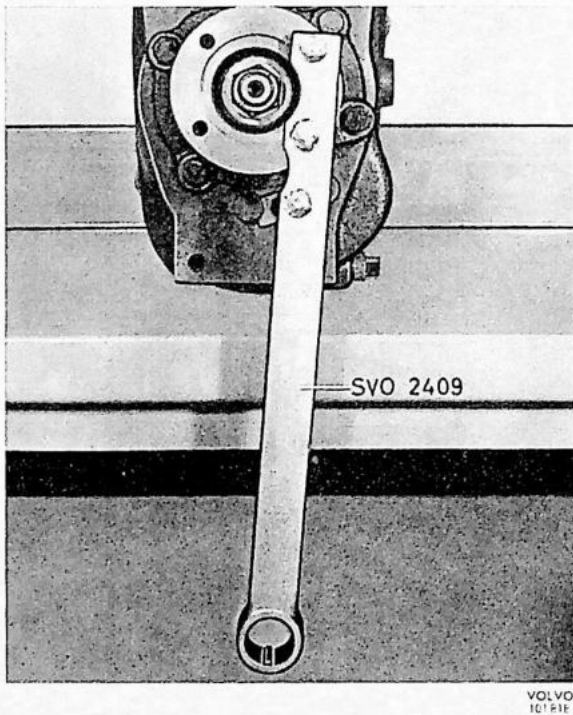
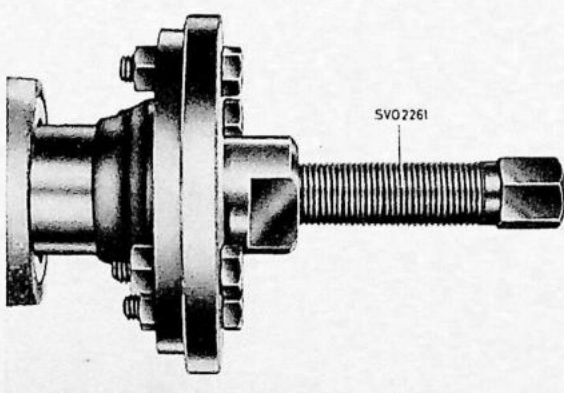

Fig. 4-23. Sleutel voor tegenhouden van de flens
Fig. 4-24. Demontage van de flens
2. Draai de moer van de flens los. Gebruik de sleutel SVO 2409 om tegen te houden; zie Fig. 4-23. Trek de flens van de as af. Gebruik trekker SVO 2261, zie Fig. 4-24.